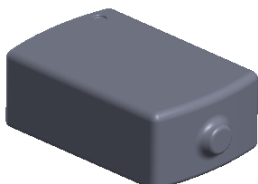

图 3.34.23 打开零件模型
Step1. 打开光盘中的零件 D:\sw15\work\ch03.34\Plastic_shell，如图 3.34.23 所示。